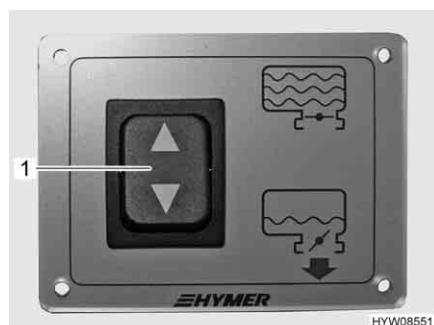

Fig. 162 Interruttore di comando (rubinetto di scarico)
L'interruttore di comando (Fig. 162,1) per lo scarico delle acque grigie si trova nel garage di coda. Il tubo di scarico con collegamento per un tubo di gomma per lo scarico si trova sotto al veicolo.
- Aprire il rubinetto di scarico. A tal fine premere verso il basso l'interruttore di comando (Fig. 162,1). Le acque grigie fuoriescono.
- Dopo il deflusso completo delle acque grigie, richiudere il rubinetto di scarico. A tal fine premere verso l'alto l'interruttore di comando (Fig. 162,1).